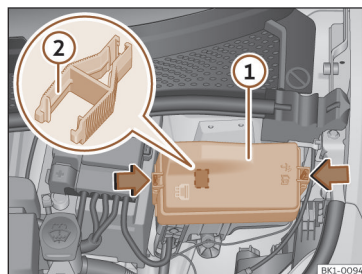

Fig. 187 Dans le compartiment avant : cache du boîtier de fusibles.
- Appuyez sur les languettes de verrouillage pour déverrouiller le cache de la boîte à fusibles >>> **fig. 187 ①**.
Dans la boîte à fusibles, il peut y avoir des pinces en plastique servant à retirer les fusibles >>> **fig. 187 ②**.